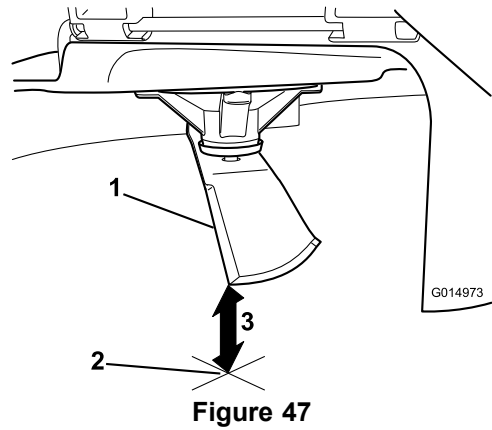

Figure 47
- Mesurez la distance entre la pointe de la lame et la surface plane (Figure 47).